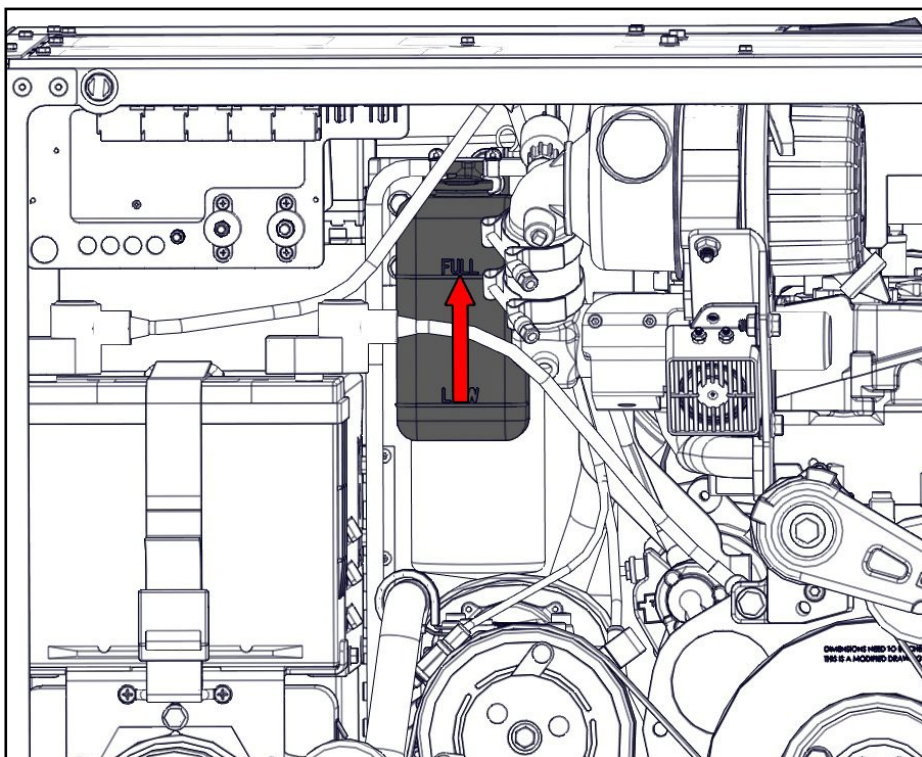

Figure 35 — Déplacer le réservoir de trop-plein de liquide de refroidissement
- ☐ Faites glisser délicatement le réservoir de trop-plein de liquide de refroidissement vers le haut pour le dégager de son support, et déplacez-le pour qu'il ne gêne pas le filtre coalescent (Figure 35).